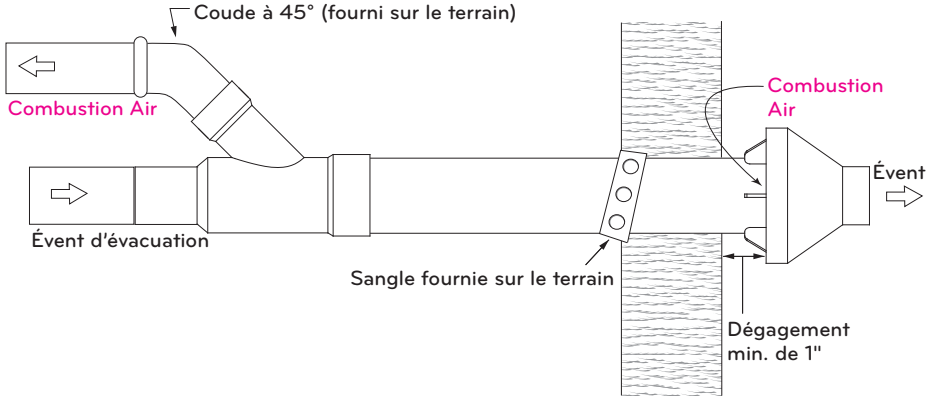

Fig.7-15 Installation de la paroi latérale
- Installez le raccord concentrique en Y cimenté et l'ensemble de tuyau à travers le trou de la structure (Fig.7-15).
- Fixez l'ensemble à la structure comme indiqué sur la Fig.7-15 à l'aide d'un cerclage métallique fourni sur site ou d'un matériau de support équivalent.
Assurez-vous que l'emplacement de terminaison est dégagé comme indiqué à la Fig.7-15.